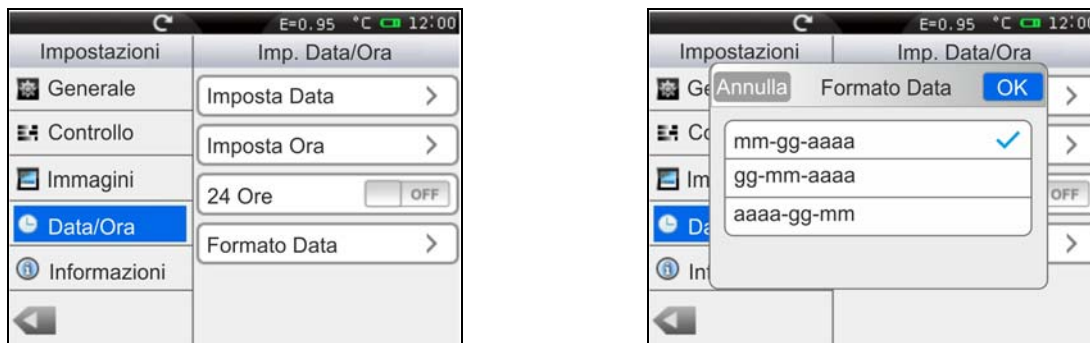

Fig. 19: Sezione “Data/Ora” menu Impostazioni
1. Toccare il box “Formato Data” e selezionare il formato di data desiderato considerando le opzioni: **mm-gg-aaaa**, **gg-mm-aaaa** e **aaaa-gg-mm** (vedere Fig. 19)
3. Toccare il box “24 Ore (ON) / 12 Ore (OFF)” scegliendo il formato di ora desiderato